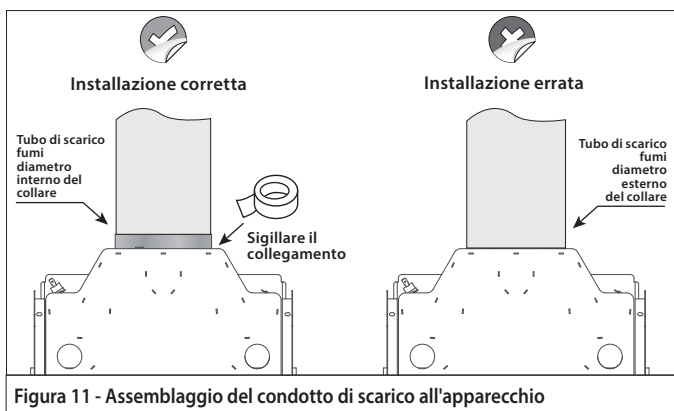

Figura 11 - Assemblaggio del condotto di scarico all'apparecchio
- Il camino di scarico deve essere fissato all'apparecchio all'interno del diametro interno del collare del camino di scarico, vedere Figura 11 - *Assemblaggio del condotto di scarico all'apparecchio*.